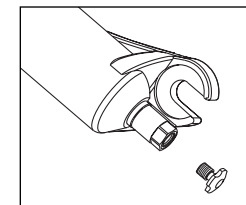

Abb.5
2. Svitare il coperchietto con le dita, facendo attenzione a non perderlo (Fig. 5)